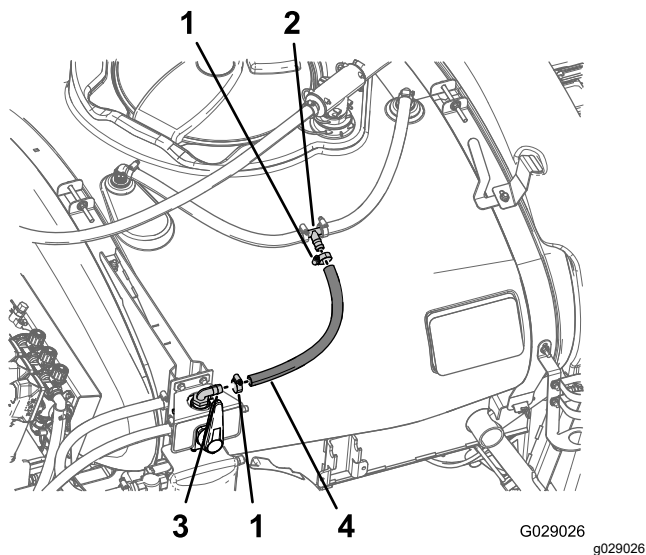

Figura 46
- Montai un furtun de 1,9 x 61 cm peste fittingul inelat drept din partea frontală a supapei cu 4 căi (Figura 46).
- Fixai furtunul de fitting, în dreptul supapei, cu ajutorul clemei pentru furtun (Figura 46).
- Montai capătul liber of furtunului peste fittingul în T inelat i fixai furtunul de fitting cu ajutorul clemei pentru furtun (Figura 46).